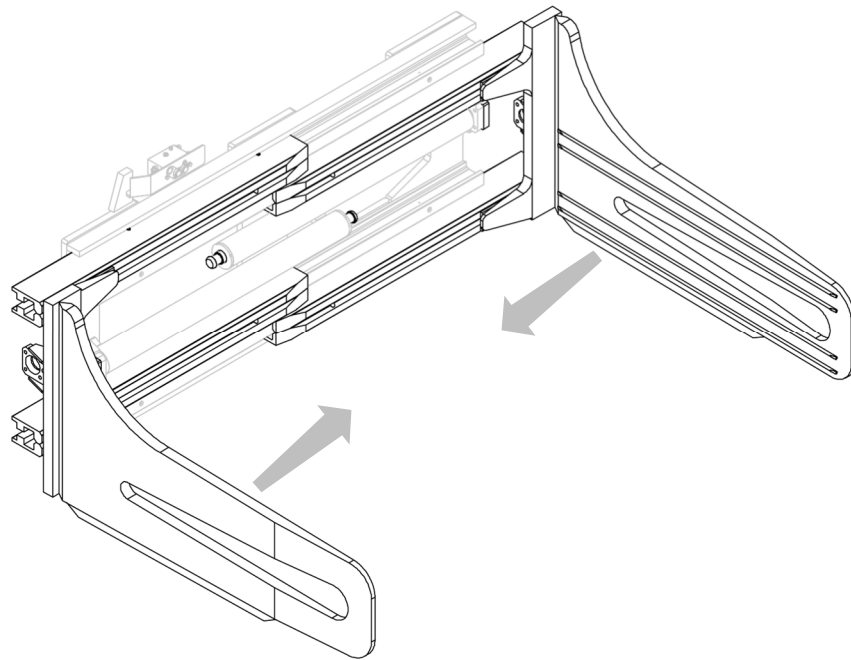

Figure 7
2. Insérer les fourches, avec les mâchoires, dans les logements appropriés, en les plaçant correctement par rapport aux vérins (voir *Figure 7*).